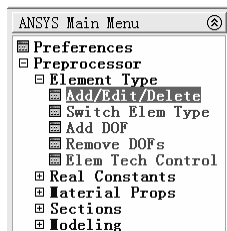
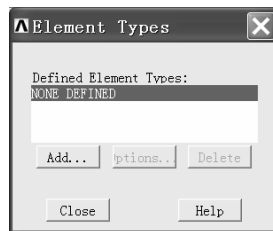

图 1-11 Main 菜单展开
图 1-12 “Element Types” 窗口
(2) Main Menu>Preprocessor>Element Type>Add/Edit/Delete，即单击 Main 菜单下的“Preprocessor”，再依次单击“Element Type”、“Add/Edit/Delete”（见图 1-11），弹出“Element Types”窗口（见图 1-12）。